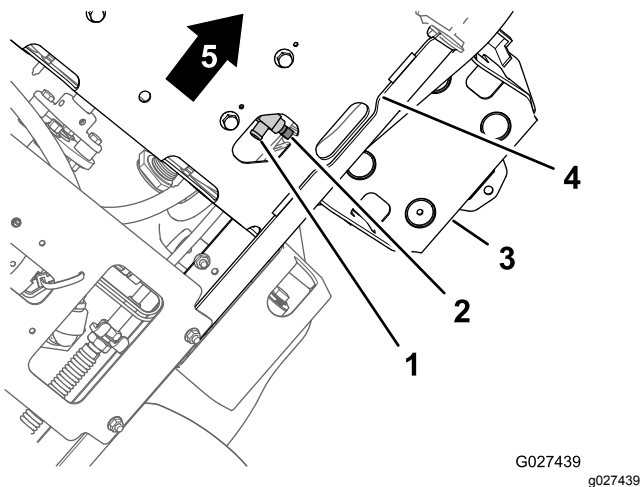

Figure 61
2. Placez un bac de vidange de 1,5 L (1,6 pte américaine) de capacité ou plus sous le robinet de vidange au bas du blindage et vers l'intérieur par rapport au support de batterie (Figure 61).
3. Ouvrez le robinet de vidange en tournant la tige à tête hexagonale du robinet dans le sens antihoraire à l'aide d'une clé (Figure 61).
4. Fermez le robinet de vidange en le tournant dans le sens horaire jusqu'à ce qu'il soit parfaitement en place (Figure 61).